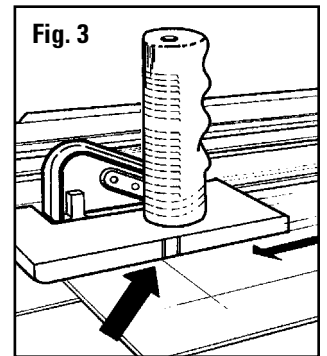

Fig. 3
- Con una matita, tracciare una linea lungo l'intera lunghezza del cartoncino utilizzando la rotaia di guida come guida. **Fig. 3.** Prima di tagliare, ruotare il passepartout di 1/4 di giro verso destra.
5. Tirez la tête de découpe à angle droit jusqu'à ce que la ligne de séparation inférieure s'aligne avec la ligne de la bordure inférieure. Recommencez jusqu'à ce que toutes les bordures soient coupées. **Fig. 3**
5. Tire del Cabezal de Corte Recto hasta que la línea trazada de la parte baja se alinee con la línea del borde inferior. Repita hasta que estén cortados todos los bordes **Fig. 3**
5. Ziehen Sie den geraden Schneidekopf, bis die untere Linie an der unteren Randlinie anliegt. Wiederholen Sie diesen Schritt, bis alle Ränder geschnitten sind. **Abb. 3**
5. Tirare la testa per tagli dritti finché il tratto di matita inferiore non si allinea con la linea del bordo inferiore. Ripetere finché tutti i bordi non siano tagliati. **Fig. 3**